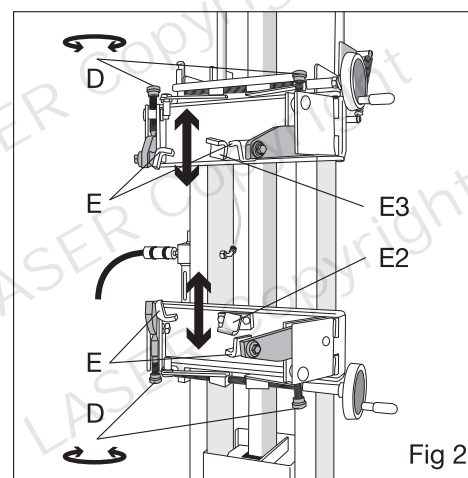
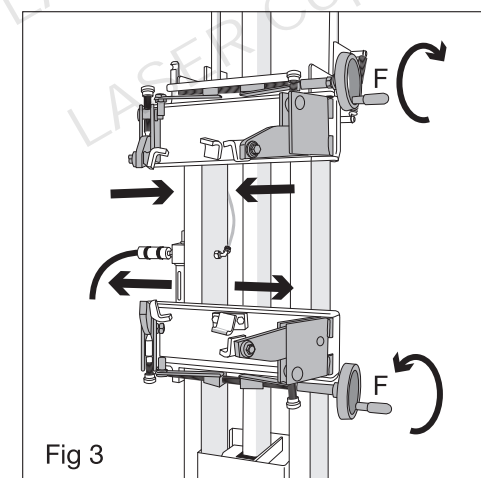
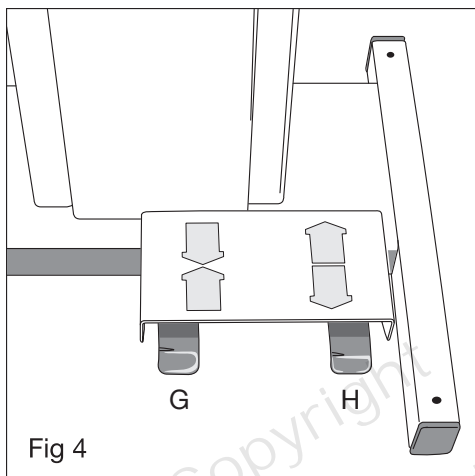
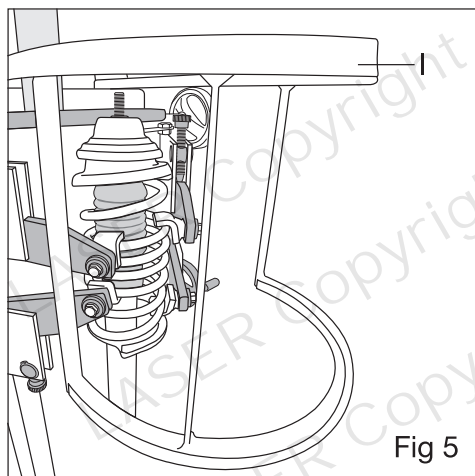

Fig 2
Fig 3
Fig 4
Fig 5
- Veillez toujours à ce que la protection (**I** sur la **Fig 5**) soit en place lors de la dépose de l'amortisseur du ressort et pendant le remontage.
- Se reporter aux schémas, **Fig 2, 3, 4 et 5**. Avec l'ensemble amortisseur-ressort déposé du véhicule, tirer le levier de verrouillage vers le bas et mettre la protection du compresseur de ressort (**I** sur la **Fig 5**) en position haute ; présenter l'ensemble amortisseur-ressort et placer une spire inférieure du ressort sur le crochet inférieur arrière de retenue de ressort (**E2** sur la **Fig 2**).
- Avec la protection en position haute, le compresseur fonctionne avec une pression réduite, ce qui permet à l'opérateur de soulever l'ensemble et de placer les spires du ressort en position. Actionner la commande à pédale (**G** sur la **Fig 4**) et faire monter la plate-forme du crochet inférieur de retenue de ressort soit jusqu'à la platine supérieure, soit jusqu'à ce qu'une spire supérieure se place contre le crochet supérieur arrière de retenue de ressort (**E3** sur la **Fig 2**).
- Ajuster ensuite les positions des crochets supérieur et inférieur de retenue de ressort (**E** sur la **Fig 2**) en faisant tourner les boutons de réglage (**D** sur la **Fig 2**) pour le mouvement vertical et les volants de commande (**F** sur la **Fig 3**) pour le mouvement horizontal. Selon la conception de l'amortisseur, les crochets supérieurs de retenue peuvent être placés contre la platine supérieure ou les spires supérieures.
- Actionner la commande à pédale (**G** sur la **Fig 4**) pour démarrer la compression. Une fois le ressort légèrement comprimé, arrêter la compression et vérifier une fois de plus que le ressort est bien fixé dans les crochets.
- Relâcher progressivement la pression du ressort en actionnant la commande à pédale (**H** sur la **Fig 4**). Veiller à soutenir l'ensemble amortisseur-ressort à mesure qu'il se libère. Lorsque toute la pression a été relâchée, relever la protection du compresseur de ressort et retirer l'ensemble amortisseur-ressort.
- Relâcher progressivement et avec précaution la pression du ressort en actionnant la commande à pédale (**H** sur la **Fig 4**). Veiller à ce que le ressort se place correctement sur l'amortisseur.